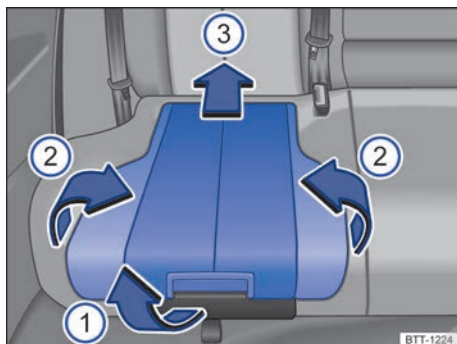

Fig. 31 Asiento integrado para niños: levantar el acolchado de la banqueta y sus rebordes laterales.
- Tire del acolchado de la banqueta por la palanca de desbloqueo → fig. 31 ① hacia delante, en el sentido de la flecha.
- Empuje el acolchado de la banqueta ③ hacia atrás, en el sentido de la flecha, hasta que encastre.
- Levante los dos rebordes laterales ② de la banqueta en el sentido de las flechas. ▶